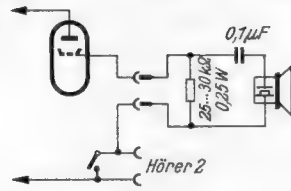
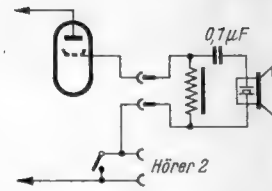

Bild 2. Anschluß eines Kristallhörers mit einem ohmschen Anodenwiderstand
Bild 3. Anschluß eines Kristallkopfhörers mit einer Anodendrossel
5. Das Anschließen eines Kristallhörers ist gleichfalls möglich. Diese Hörer sind jedoch hochohmig und müssen gleichstromfrei angeschlossen werden. Als Außenwiderstand ist hierfür ein Widerstand von 25 bis 30 k Ω (0,25 W) nötig, ferner ein Kondensator von mindestens 0,1 μ F Kapazität (Bild 2). Größere Lautstärke und besseren Klang ergibt allerdings eine Ausgangsdrossel mit möglichst hoher Impedanz (Bild 3).